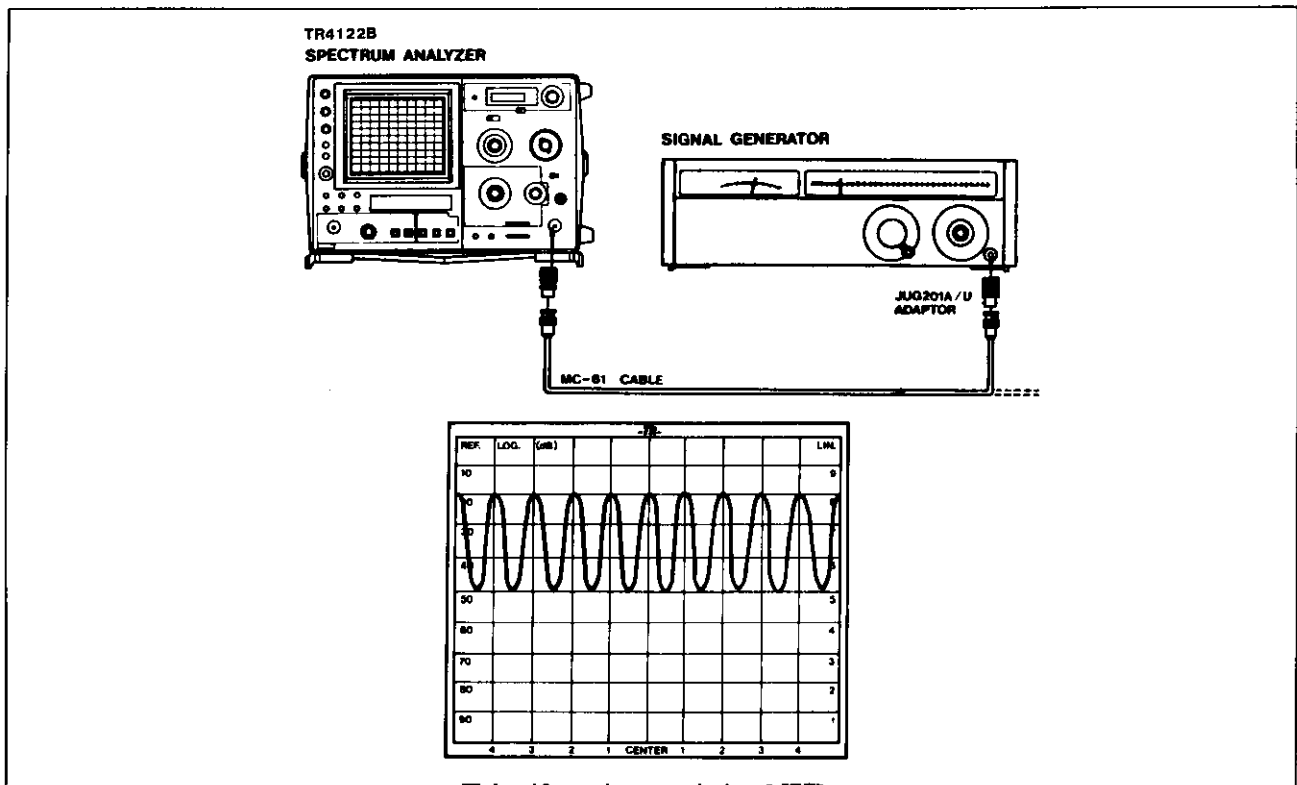

図 4-12 スキャン・タイムの調整
3. **TUNING** つまみを回して、変調波形を管面に出します。〔図 4-12〕